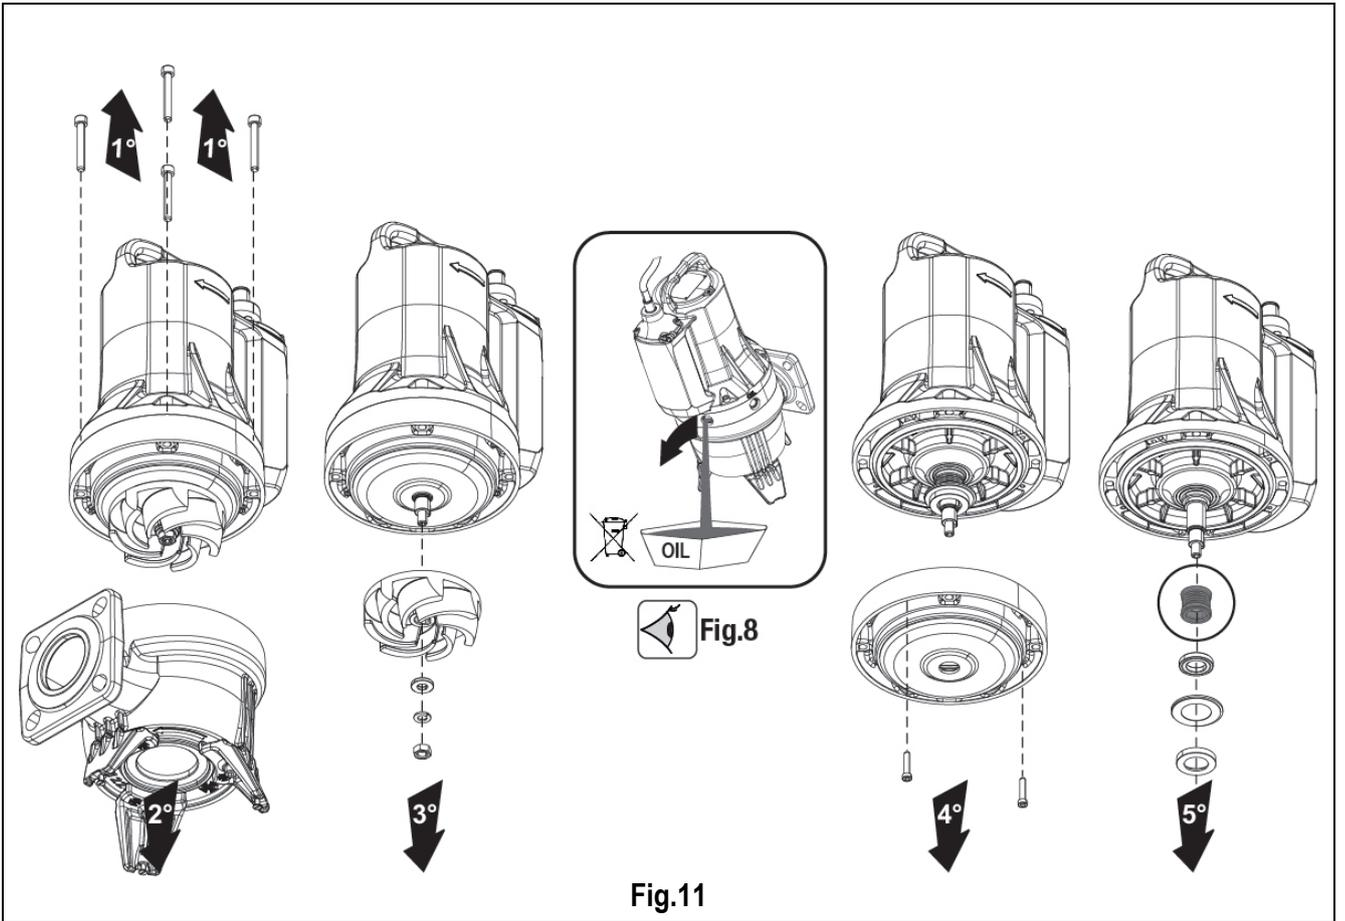

Fig.11
- Substituição do empanque (Fig.11)